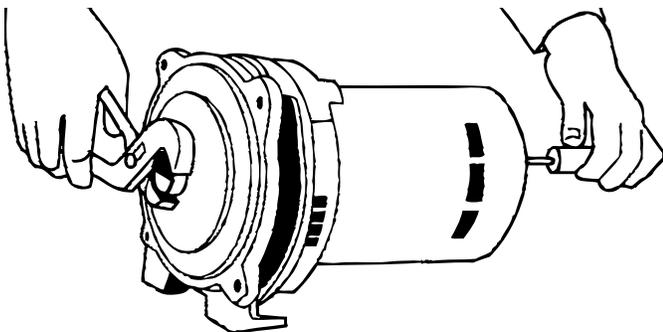

Figura 11 - Saque el impulsor
5. Saque el impulsor, sujetando el eje de la bomba con pinzas para bomba de agua y destornille el impulsor _ a la izquierda, en dirección contraria a las agujas del reloj mirando hacia el impulsor para sacarlo (Figura 11). También se puede sacar el impulsor empujando el casquete del eje del motor hacia afuera. Coloque un destornillador en el extremo con ranura del eje y sosténgalo para impedir que el eje gire. Destornille el impulsor en la dirección contraria a las agujas del reloj.
5. Sujete el eje de la bomba con pinzas y destornille el impulsor como se ilustra (Figura 11.)